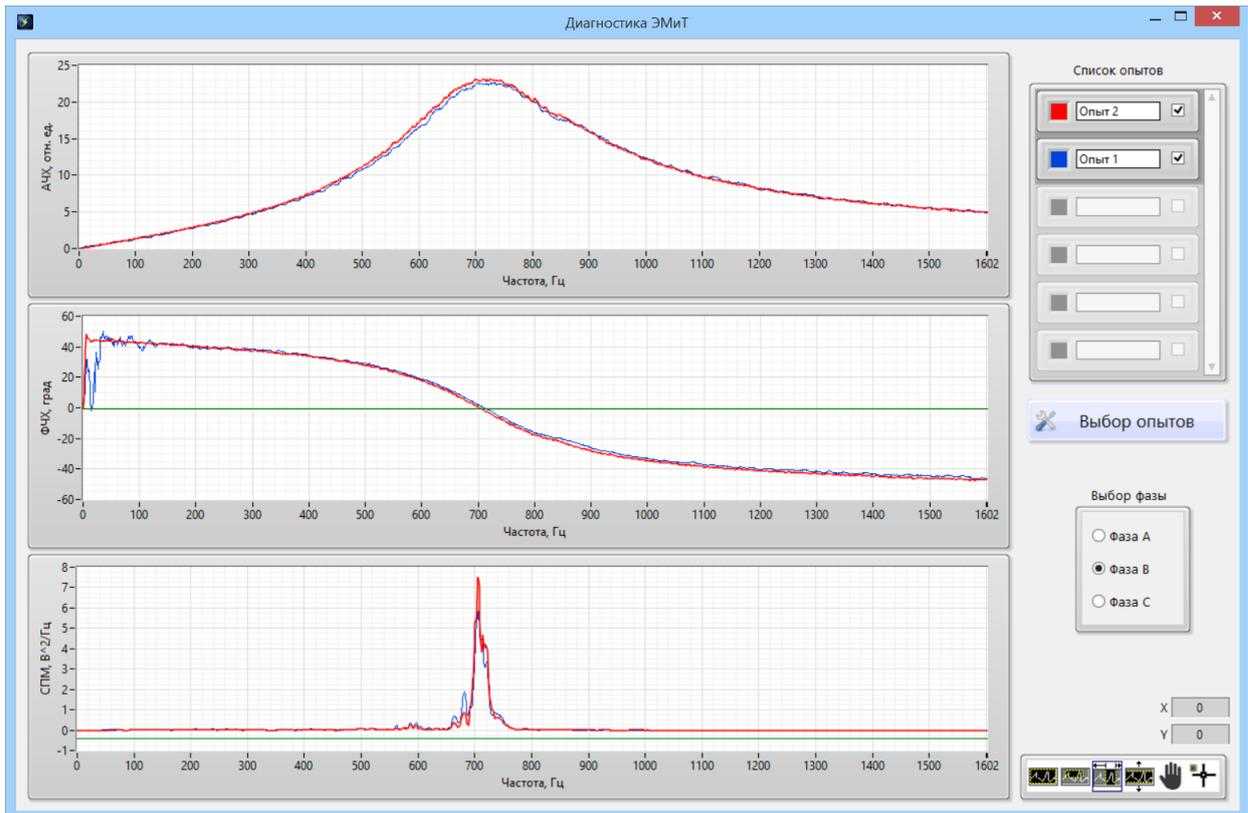

Рис. 17
3.5.4. Кнопка «Анализ результатов расчета» (см. рис. 14) открывает окно результатов, в котором можно сравнить результаты расчетов амплитудно-частотных, фазо-частотных характеристик RLC-контуров и спектральную плотность мощности напряжения, наведенного в обмотках объекта диагностики, полученные в разных опытах (рис. 17). Сравнение осуществляется по фазам, с помощью переключателя «Выбор фазы».